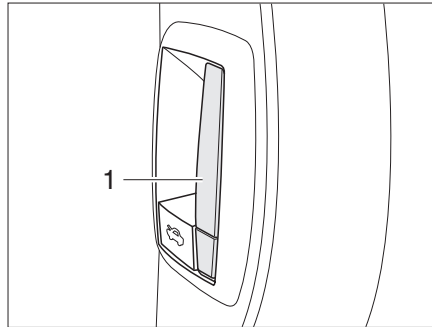

Fig. 23 Bouton de déverrouillage intérieur du capot moteur
- Tirer le levier (Fig. 23,1) du tableau de bord côté conducteur. Le capot moteur s'ouvre jusqu'en butée du crochet de sécurité.